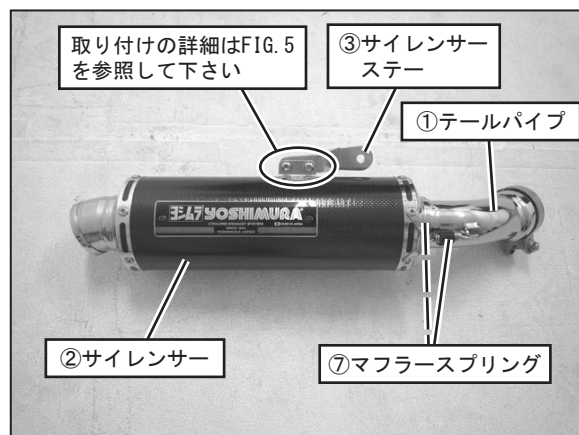

FIG. 4
5. ②サイレンサーに①テールパイプを取り付け、⑦マフラスプリングを取り付けて下さい。(FIG. 4 参照)
(FIG. 4, 5 参照)